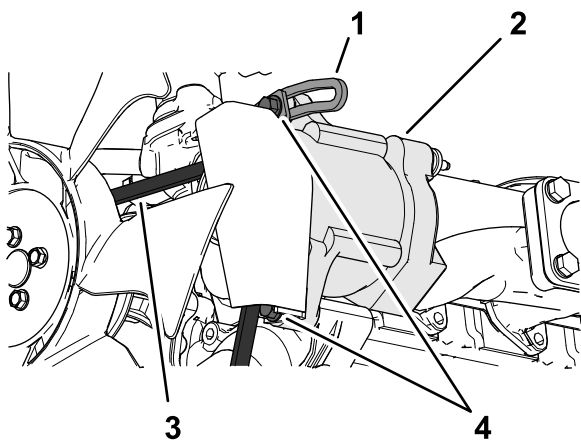

图 93
3. 松开交流发电机枢轴点上的皮带松开将发电机固定到带槽支架上的螺栓 **图 93**。